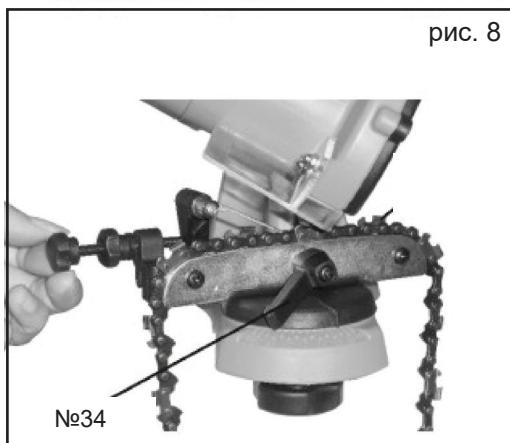

рис. 8
8. Зафиксируйте цепь в пластине держателя (№31), повернув рукоятку (№34), рис. 8.
9. Если цепь постоянно затачивалась, то, возможно, потребуется снять ограничительные устройства глубины цепи с помощью плоского остроносого напильника (не входит в комплект), рис. 8 и 9.